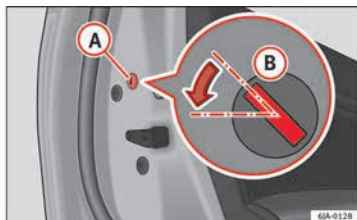

Fig. 4 Puerta trasera: bloqueo de emergencia.
- Quite la tapa **A** » » » **fig. 4.**